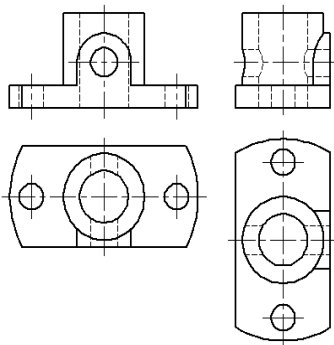

图 5-14 绘制截交线与相贯线
(4)绘制截交线与相贯线,使用“起点、端点、半径” $\swarrow$ 命令画圆弧方式完成各相贯线的绘制,如图5-14所示。
如图5-14中所示相贯线的画法采用简化画法,使用“圆弧”命令的“起点、端点、半径” $\swarrow$ 命令完成相贯线的绘制,其半径为两相贯圆柱中大圆柱的半径。